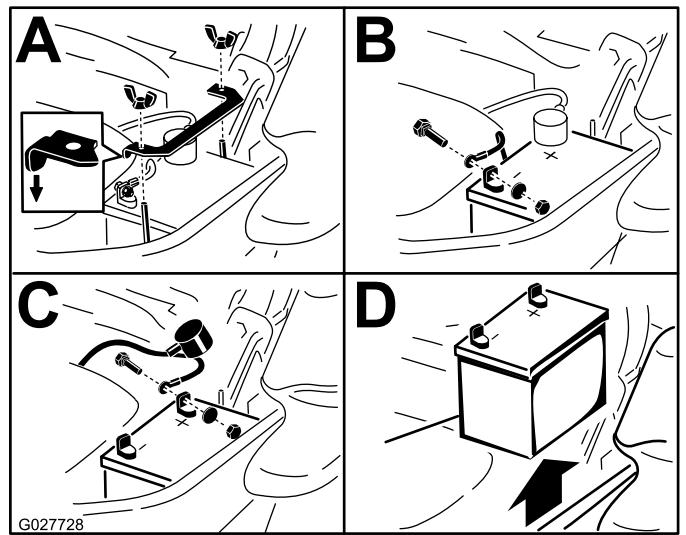

Figura 60
3. Primero desconecte el cable negativo (negro) del borne negativo (-) (negro) de la batería (Figura 60).
4. Retire la cubierta de goma roja del borne positivo (rojo) de la batería y retire el cable positivo (+) (rojo) (Figura 60).
5. Retire la tuerca de orejeta que sujeta la abrazadera de la batería (Figura 60).
6. Retire la abrazadera (Figura 60).
1. Coloque la batería en la bandeja, con los bornes frente al depósito de aceite hidráulico (Figura 60).
4. Fije los cables con 2 pernos, 2 arandelas, y 2 contratuerzas (Figura 60).
6. Instale la abrazadera y sujetela con la tuerca de orejeta (Figura 60).